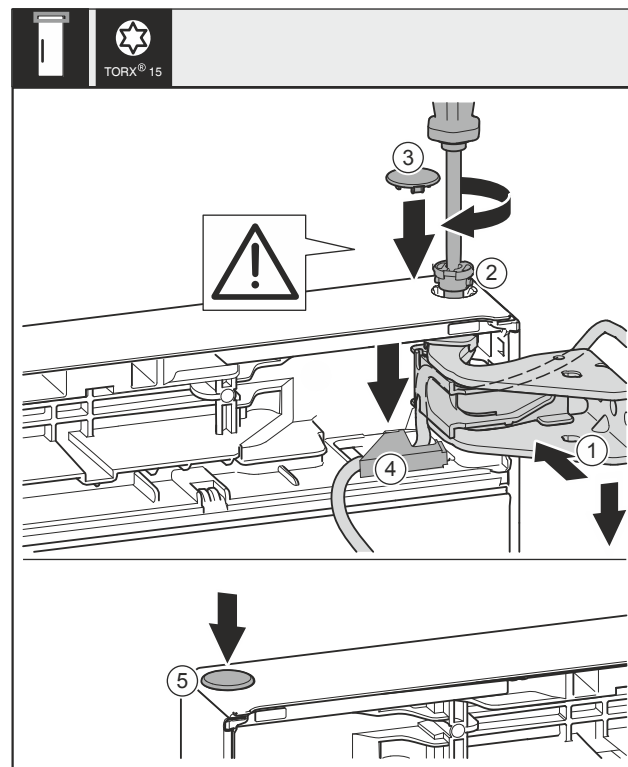

Fig. 43
- ▶ Tür oben zur Öffnung im Lagerbock Fig. 43 (1) ausrichten.
- ▶ Bolzen Fig. 43 (2) einsetzen und mit Schraubendreher festschrauben.
- ▶ Sicherungsabdeckung zur Sicherung der Tür montieren: Sicherungsabdeckung Fig. 43 (3) einsetzen und kontrollieren ob sie auf der Tür aufliegt. Ansonsten Bolzen vollständig einsetzen.
- ▶ Abdeckung Fig. 43 (4) einsetzen und nach unten drücken bis sie einrastet.
- ▶ Stopfen Fig. 43 (5) einsetzen.